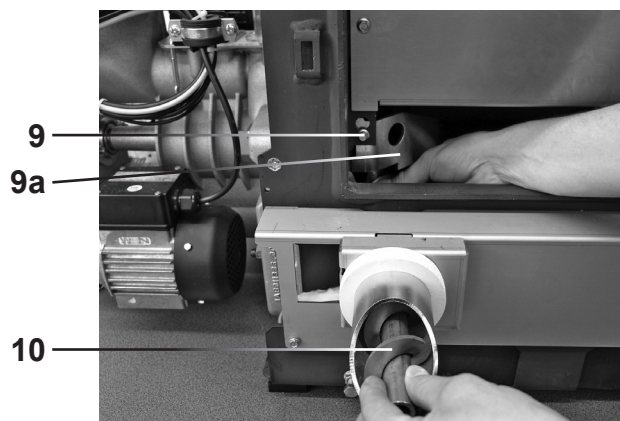

Fig. 13
9. Allentare le viti (9, Fig. 13) e togliere la lamiera di estrazione ceneri (9a).
10. Montare la parte anteriore della coclea di estrazione ceneri (10), inserendo la coclea tolta nella coclea posteriore nel basamento. Il posizionamento esatto avviene tenendo ferma la coclea e inserendola con la mano all'interno (Fig. 13).
13. Fissare la lamiera di asportazione ceneri (9a, Fig. 13) con la vite (9) fino alla battuta inferiore del supporto.